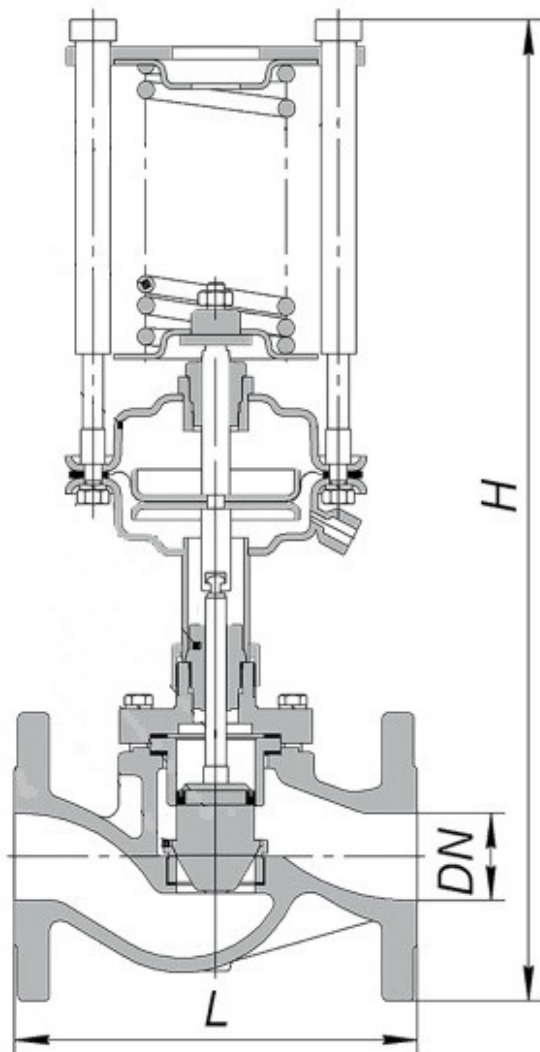
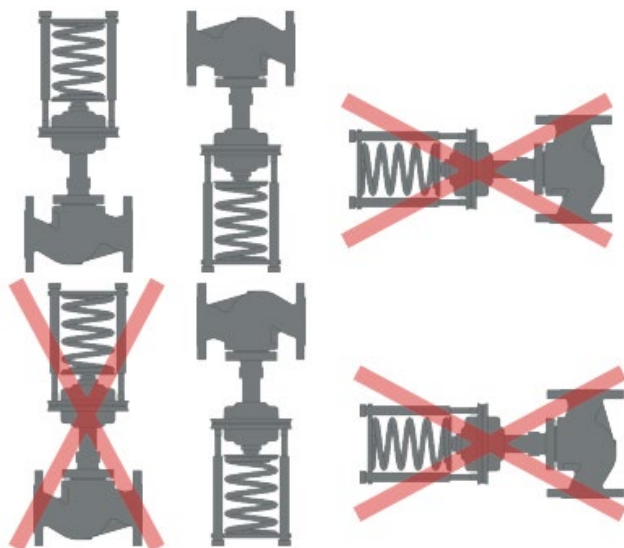

Рисунок 3 – Размеры изделия
Рисунок 5 – Монтажные положения РД
8.1. Установка РД производится в соответствии с рекомендуемыми схемами подключения РД (рис.3). Подключение мембранного привода к трубопроводу производится при помощи соединительных (импульсных) линий (медные трубки и проходники – таблица 2) в соответствии с рис.5.
8.3. Перед РД установить сетчатый фильтр. В местах отбора импульсов необходимо предусмотреть запорные краны, позволяющие отключать давление от импульсных линий (рис.5).